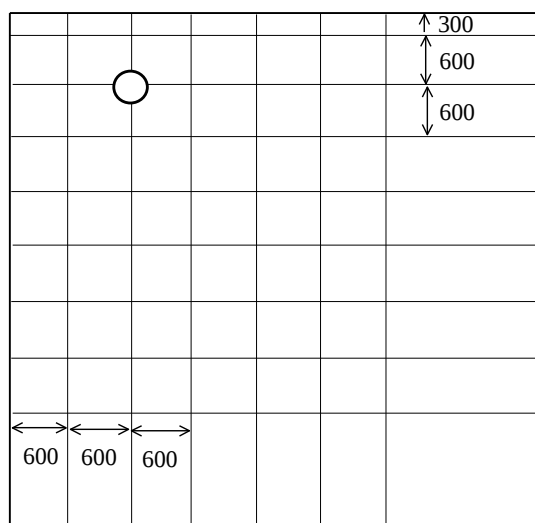

Рис. 2.
- 4.5. **Отправная сетка.** После установления стартовой линии, разбивается сетка на полу ячейками 600 мм x 600 мм, для установки опор и позволяющая устанавливать под фальшполом коммуникации с заданными условиями разметки (Рис. 2).